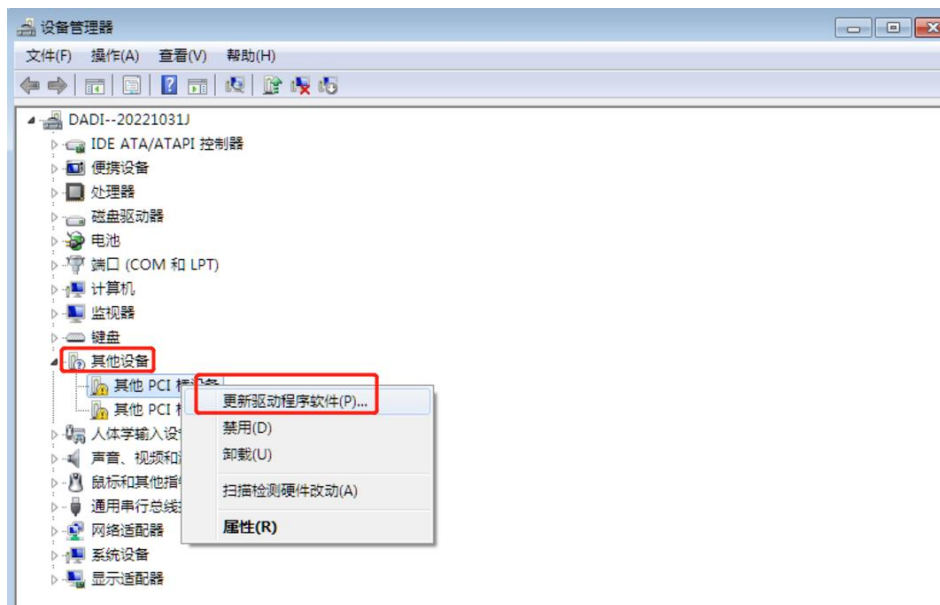

图 2.2.1 驱动程序安装步骤 1
- (1) 连接好硬件，上电开启电脑，打开设备管理器，在“**其他设备**”中找到带问号的“其他PCI桥设备”如图2.2.1所示：